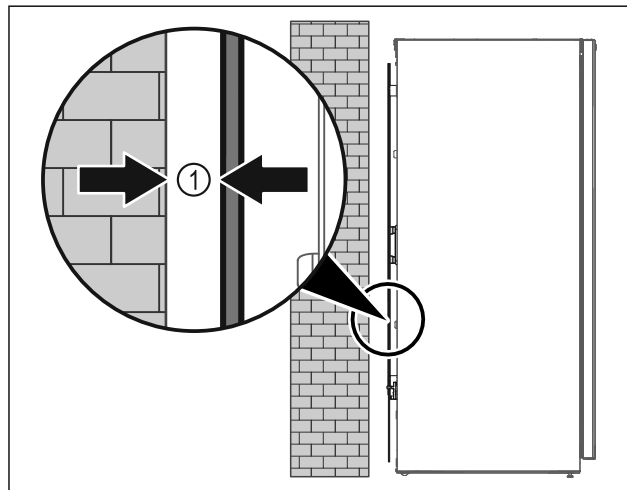

Fig. 7
- ▶ Állítsa fel a készüléket szabadon a helyiségben, vagy közvetlenül a fal mellé legalább 5 mm Fig. 7 (1) minimális távolságban.